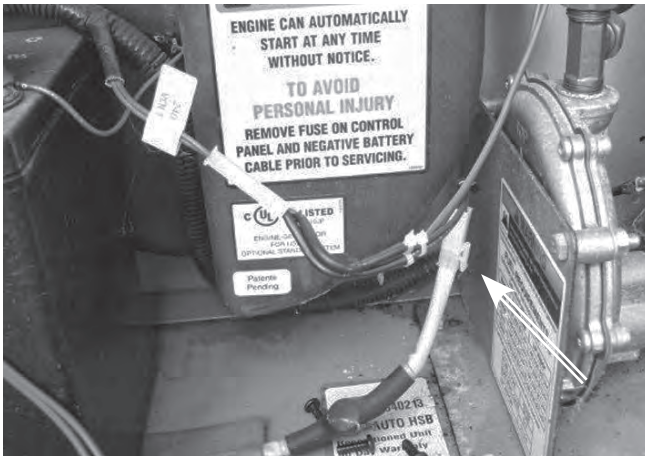

Figure 6
2. Branchez le faisceau de séparation de 240 V au connecteur du chauffe-batterie (flèche, Figure 6).